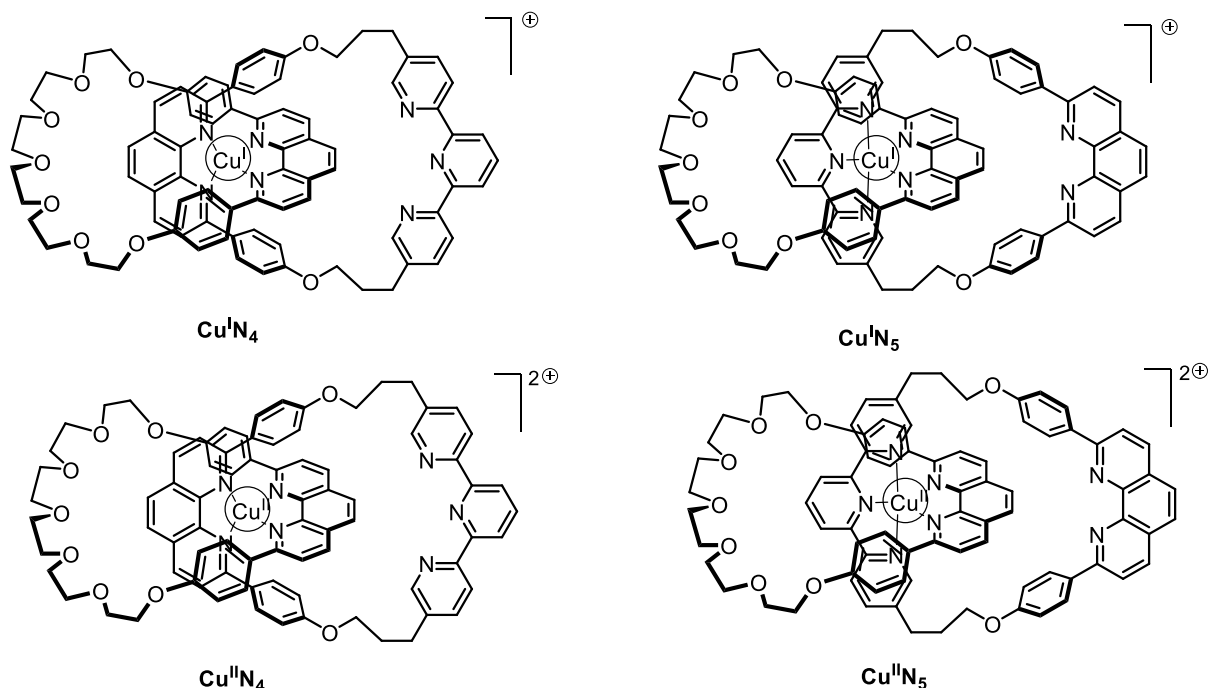

Fig. 2 – Estados del [2]catenano **L**
11. **Rellene** las cajas de línea continua (*solid boxes*) con la asignación del complejo involucrado en Fig. 2 y **complete** la secuencia para cumplir con el control electroquímico del sistema, usando la siguiente notación para las cajas a trazos (*dashed boxes*):  (rotación);  $+e^-$ ;  $-e^-$ .